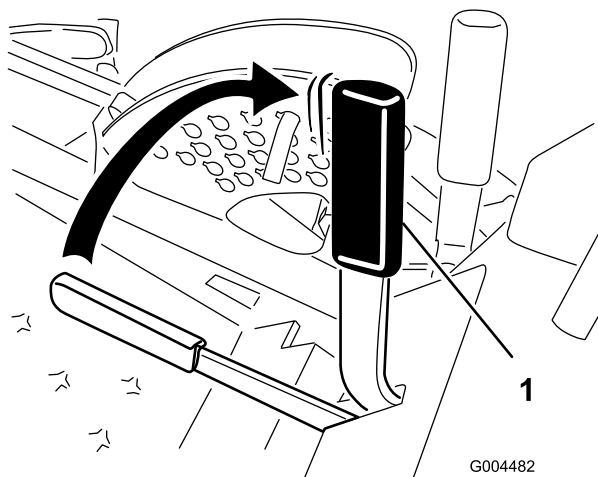

図 16
2. 駐車ブレーキ (図 16) を後ろに引き上げて、駐車ブレーキを掛ける。駐車ブレーキレバーが確実に固定されたのを確認する。
ブレーキレバーを前に倒して解除する(図 16)。